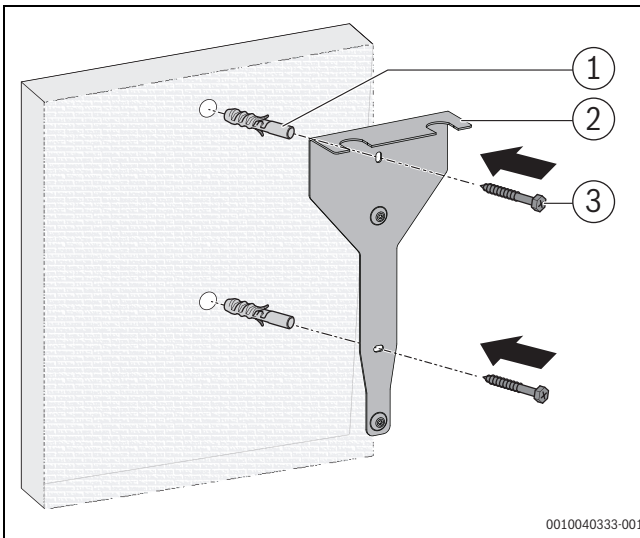

Bild 10 Wandhalterung an der Wand montieren
- ▶ Wandhalterung mit den mitgelieferten Dübeln und Schrauben durch die Öffnungen in der Wandhalterung an der Wand verschrauben (→Bild 10)